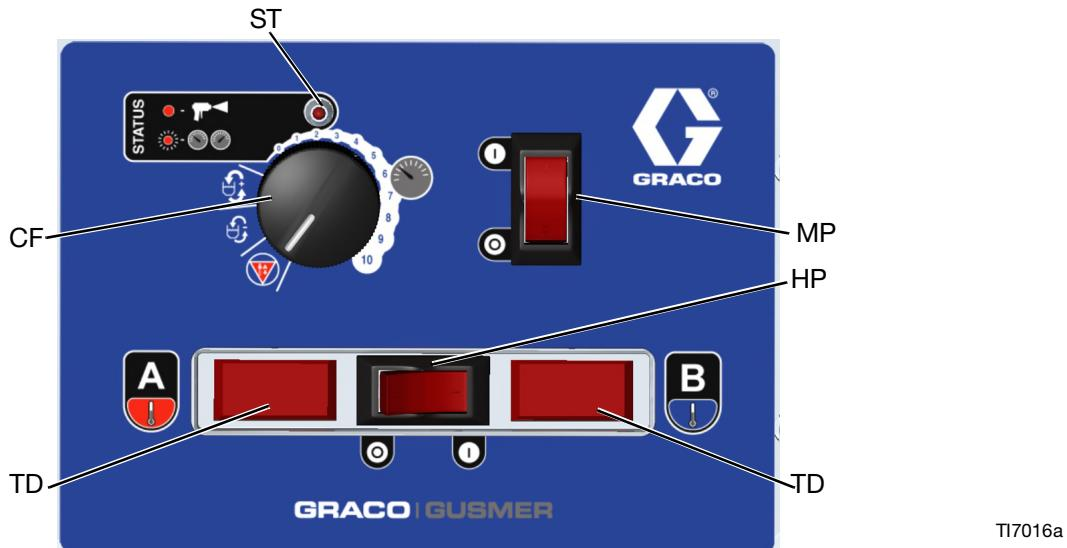

图 3 控制装置和指示灯 (所示为加热型设备)
J	控制面板；见图 图 3, 第 14 页
- J 控制面板；见图 图 3, 第 14 页
参见图 3. 流体温度传感器 (U) 对送入喷枪的 A 组份和 B 组份流体的实际温度进行监视。仅加热型设备提供。